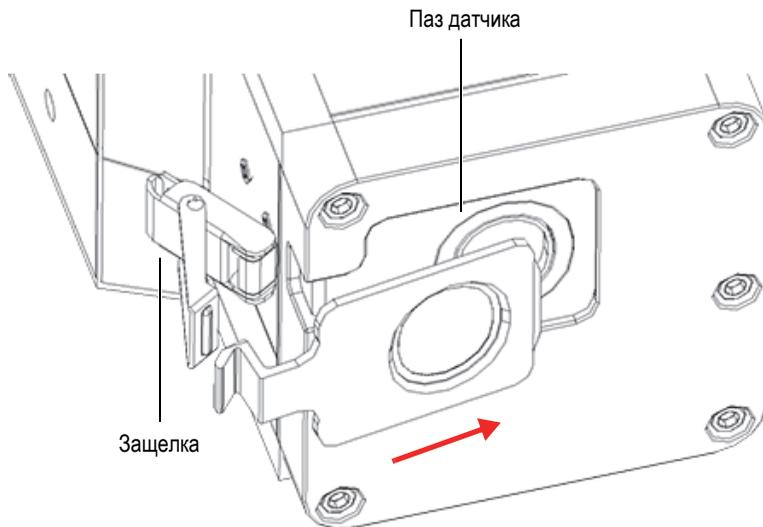

Рис. 4-9 Ориентация рамки относительно защелки и паза датчика
3. Сориентируйте рамку окна относительно защелки и паза на датчике (Рис. 4-9 на стр. 68).